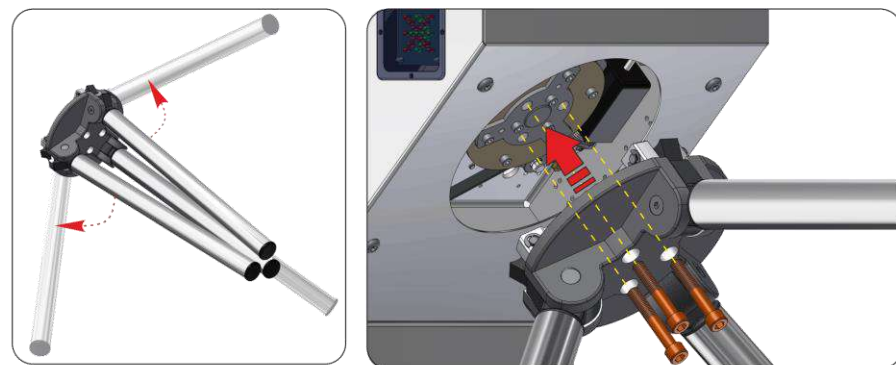

Рис. 13 – Встановлення ступиці з планками в корпус турнікету-триподу
- а) Вручну розкласти планки (2) ступиці (1) (див.Рис.13).
- б) Встановити ступицю (1) по центру механізму (4) турнікету;